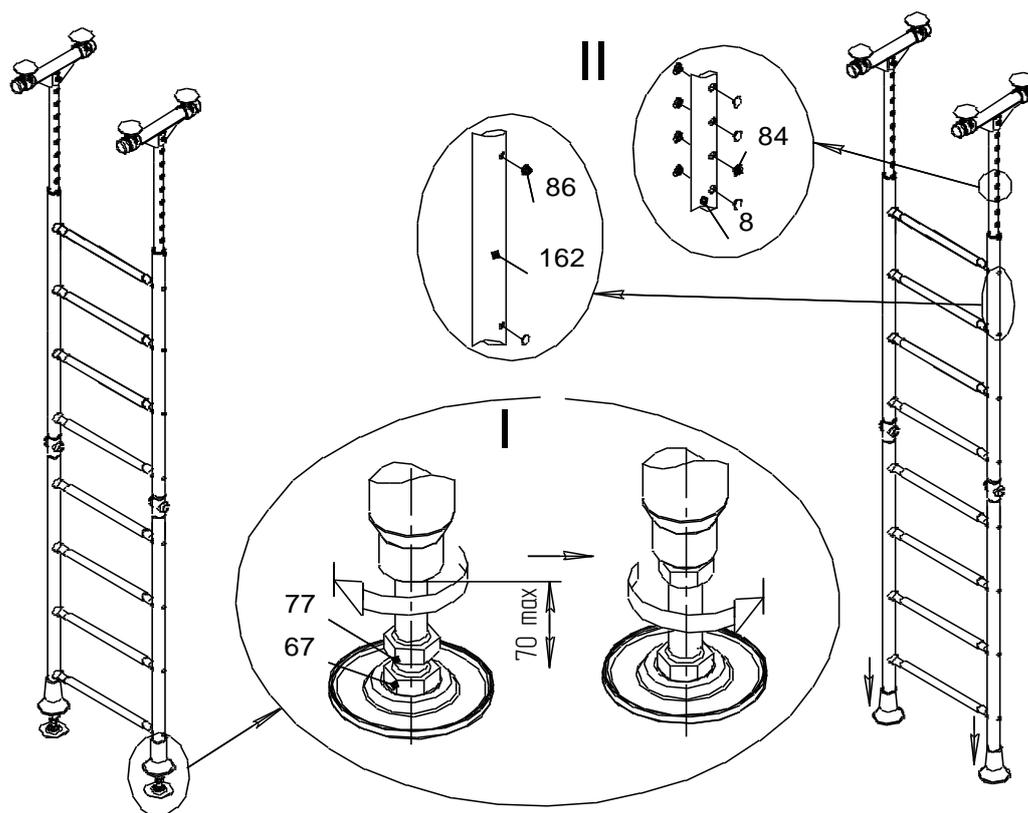

Рис.5
- II- Сдвинуть колпаки поз.14 вниз до упора; установить заглушки поз. 84; 86 (рис.5).